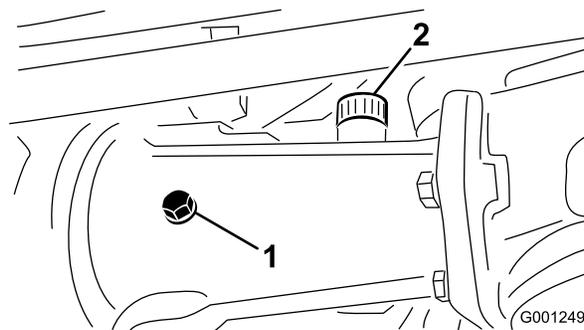
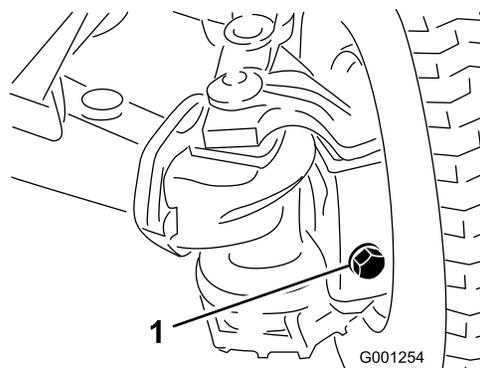

Figure 62
Figure 63
2. Retirez le bouchon de contrôle du carter de pont central, ainsi que les bouchons de remplissage/contrôle de chaque carter de pont extérieur (Figure 62 et Figure 63).
3. Vérifiez que le niveau de de lubrifiant atteint le filetage au bas de chaque orifice de bouchon (Figure 62 et Figure 63).
- A. Si vous remplissez le carter de pont, retirez le bouchon de remplissage (Figure 62).
- B. Faites l'appoint de lubrifiant dans les réservoirs de pont arrière jusqu'à ce que le niveau atteigne le bas des orifices des bouchons de contrôle (Figure 62 et Figure 63).
- C. Si vous avez retiré le bouchon de remplissage du carter de pont central, appliquez du produit d'étanchéité au PTFE sur le filetage du bouchon et vissez-le dans le carter (Figure 62).
5. Appliquez du produit d'étanchéité au PTFE sur le filetage du bouchon de contrôle du carter de pont central et des bouchons de remplissage/contrôle des 2 carters de pont extérieurs (Figure 62).
6. Revissez le bouchon de contrôle dans le carter de pont central et les bouchons de remplissage/contrôle dans les 2 carters de pont extérieur (Figure 62 et Figure 63).
1. Bouchon de vidange (3)
8. Appliquez du produit d'étanchéité au PTFE sur le filetage du bouchon de contrôle du carter de pont central et des bouchons de remplissage/contrôle des 2 carters de pont extérieurs ; voir la Figure 62 et la Figure 63 à la rubrique Contrôle du niveau de lubrifiant du pont arrière \(modèle 30345 seulement\) (page 51).
9. Revissez le bouchon de contrôle dans le carter de pont central et les bouchons de remplissage/contrôle dans les 2 carters de pont extérieur ; voir la Figure 62 et la Figure 63 à la rubrique Contrôle du niveau de lubrifiant du pont arrière \(modèle 30345 seulement\) (page 51).